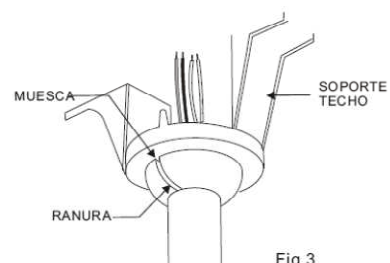

Fig.3
- Conexiones eléctricas: Realice las siguientes conexiones, utilizando el bloque de terminales suministrado (Fig. 3).
(FIG.3)